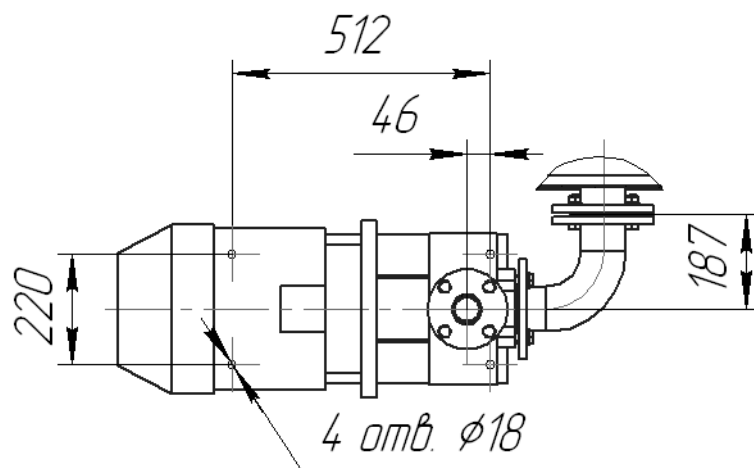

Рисунок 3 – Схема установки анкерных болтов для крепления насоса
5.6. Выполните разметку (рис. 3) и сверление отверстий под разжимные или химические анкерные болты для крепления насоса (в комплектацию не входят).